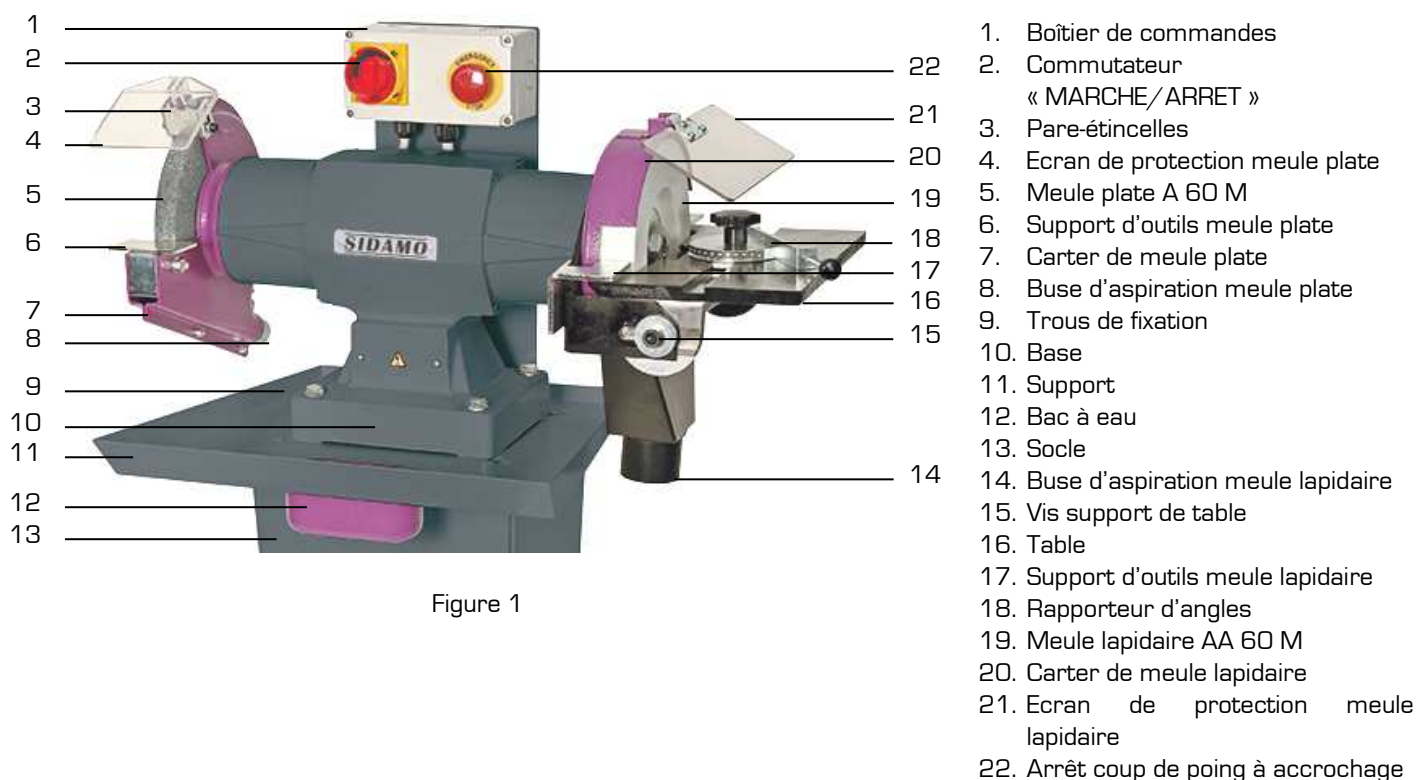

Figure 1
1. Extraire du sachet contenu dans l'emballage l'écran de protection (4 fig.1) puis le fixer sur le carter (7 fig.1).
3. Régler le pare-étincelles (3 fig.1) à **5 mm** au maximum du bord périphérique de la meule.
4. Régler le support d'outils (6 fig.1) à **2 mm** au maximum du bord périphérique de la meule.
1. Extraire du sachet contenu dans l'emballage l'écran de protection (21 fig.1) puis le fixer sur le carter (20 fig.1).
3. Régler les supports d'outils (17 fig.1) à **2 mm** au maximum du bord périphérique de la meule.
4. La table est réglable de la position verticale à la position horizontale en agissant sur les vis du support de table (15 fig.1).
2. Régler la table (16 fig.1) pour un travail avec la meule lapidaire en agissant sur les vis du support de table (15 fig.1).
3. Fixer le rapporteur d'angles (18 fig.1), si besoin.
7. Désenclencher l'arrêt coup de poing à accrochage (22 fig.1), si nécessaire.
8. Choisir le mode de fonctionnement du touret, à l'aide du commutateur « MARCHE/ARRET » (2 fig.1) :
9. Approcher progressivement la pièce à meuler au contact de la meule, en vous appuyant sur le support d'outils (6 fig.1).
9. Approcher progressivement la pièce à meuler au contact de la meule, en vous appuyant soit sur le support d'outils de devant (17 fig.1), soit sur le support d'outils de derrière ou soit sur la table en utilisant le rapporteur d'angles (18 fig.1).
- Mettre le commutateur « MARCHE/ARRET » sur la position « 0 » (2 fig.1) pour arrêter le fonctionnement du touret.